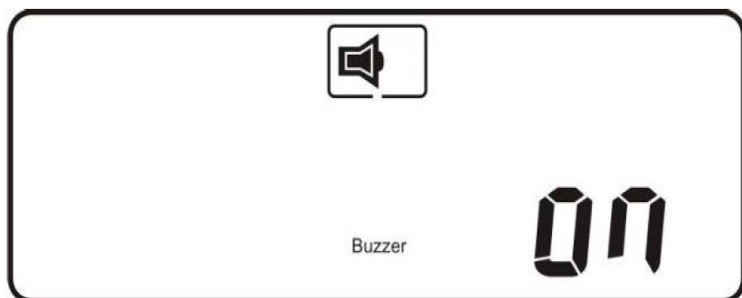
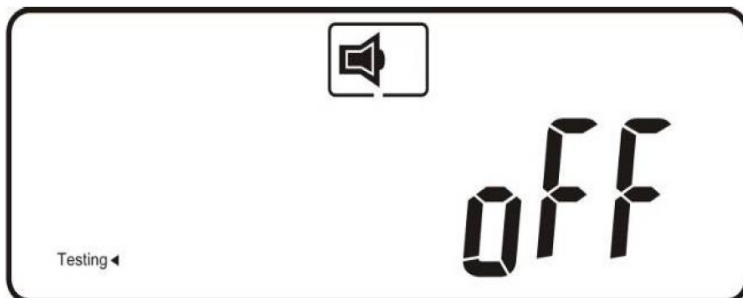

Рис. Q1
Рис. R1
После полного включения ИБП и нажатия кнопки  (Специальная функция) на экране отображается рис. Q1.
- Состояние звуковой сигнализации — рис. Q1 - Внутреннее тестирование — рис. R1 -
- Включение/выключение звуковой сигнализации (рис. Q1 – Q2). При этом отключается звуковая сигнализация батарейного режима; аварийная сигнализация остаётся активной.
- Включение/выключение внутреннего тестирования (рис. R1 – R2). ИБП проводит тестирование батарей в течение десяти секунд. Если внутреннее тестирование завершено успешно, на экране отображается рис. E1; в противном случае отображается рис. E2 и сообщение об ошибке.
- Войти в режим настройки параметров. Одновременно нажать и удерживать кнопки  (ON) и кнопку  (Вниз) в течении примерно трех секунд. После двойного звукового сигнала на экране отобразится рис. Q1 и ИБП будет работать в режиме установки параметров.
В этом режиме возможно изменение всех параметров, кроме включения/выключения сигнализации (рис. Q1-Q2) и внутреннего тестирования (рис. R1-R2).